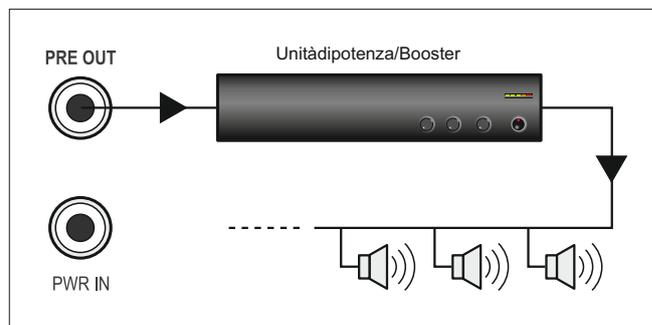

Fig.3.6.2
L'uscita **PRE OUT** (11) può inoltre essere sfruttata per il collegamento ad un eventuale amplificatore di potenza esterno (fig.3.6.2).
The **PRE OUT** (11) output can also be exploited for connection to an external power amplifier, if required (Fig.3.6.2).